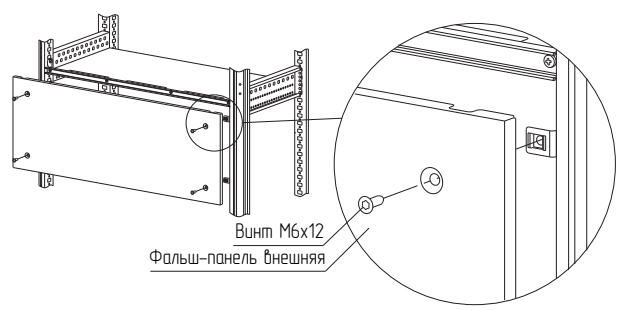

Рисунок 48
4.25.4 Закрепите фальш-панель внешней винтами М6×12 (рисунок 48) момент затяжки – 7 Н·м.